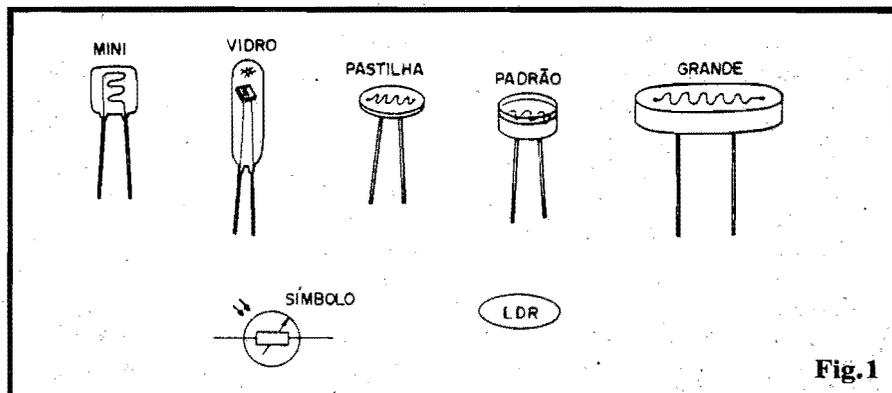

Fig. 1
- FIG. 1 - OS LDRs (RESISTORES DEPENDENTES DA LUZ)
termos práticos, é **isso mesmo o que ele "faz"**: eletricamente pode ser considerado como um simples resistor, não polarizado, ou seja: um componente que opõe um obstáculo ou "freio" à livre passagem da Corrente. A sua reação à LUZ determina, contudo, uma variação proporcional no seu valor ôhmico, de modo que QUANTO MAIS LUZ RECEBE SUA SUPERFÍCIE SENSORA, MENOR FICA SUA RESISTÊNCIA (e vice-versa...). São muito amplas as gamas de variação do valor ôhmico em função da luminosidade, mas em situações extremas, existem LDRs que assumem valores de vários Megohms sob completa escuridão, e outros que, sob LUZ intensa podem mostrar Resistência tão baixa quanto algumas dezenas de Ohms... Normalmente são componentes de baixa Potência, ou seja: capazes de dissipações muito pequenas, e assim não podemos cobrar deles o manejo de "Watts" (quando muito alguns miliwatts...). Podem ser encontrados em vários tamanhos, modelos, sensibilidades e faixas ou curvas de reação... A fig. 1 mostra alguns dos modelos mais comuns, em suas aparências externas, juntamente com o símbolo esquemático adotado para representá-lo nos diagramas de circuitos...